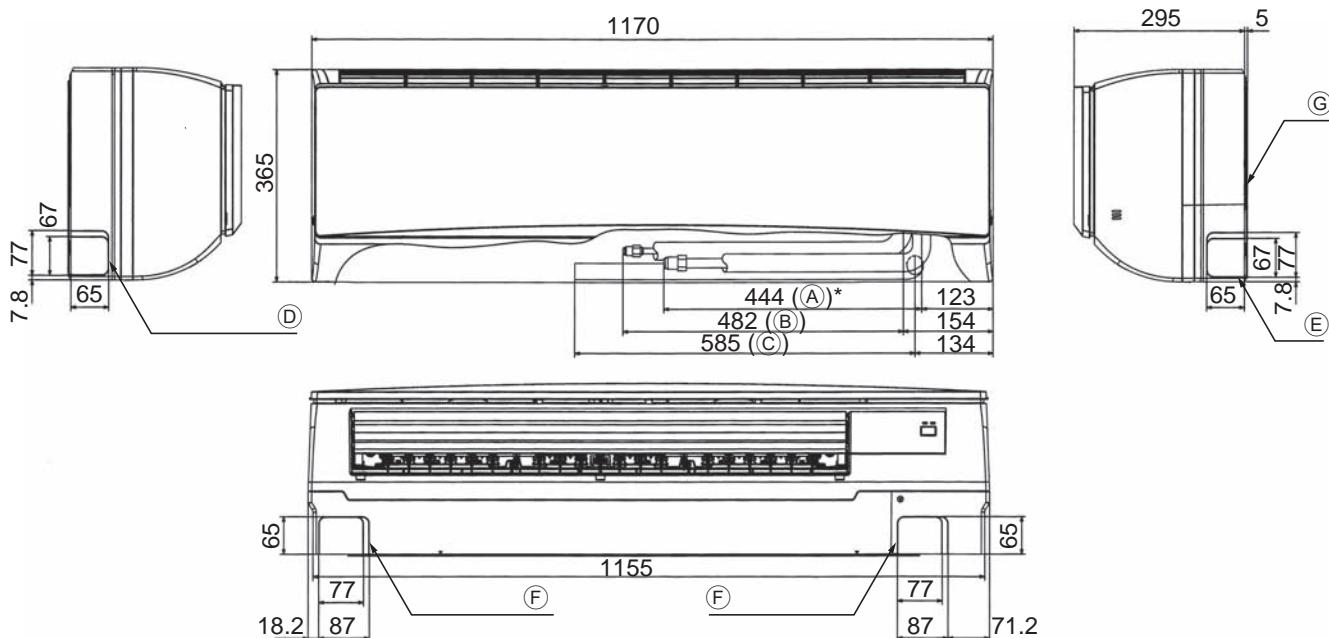

Fig. 4-2
4.2. Colocação das tubagens de refrigerante e de drenagem (Fig. 4-2)